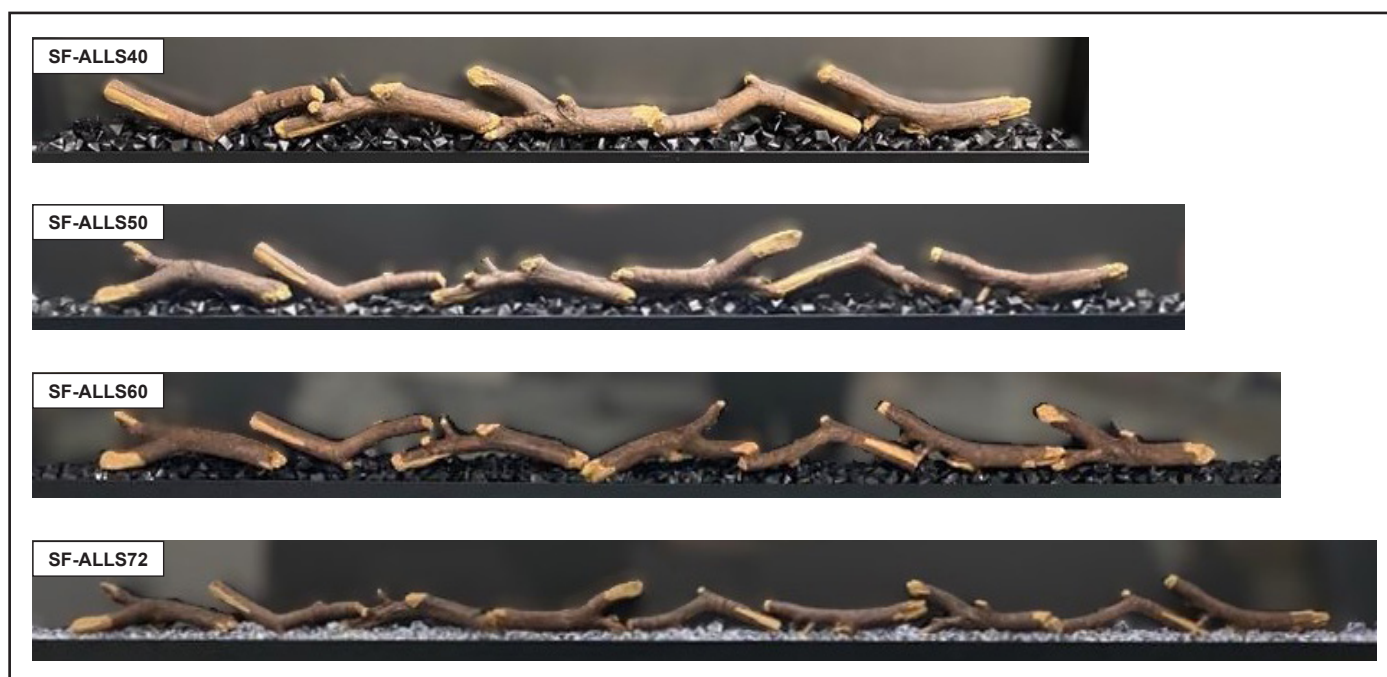

Figura 4.11 Cristales y troncos instalados
3. Si se van a instalar troncos decorativos opcionales, colóquelos sobre los cristales según la disposición deseada. Consulte la Figura 4.11.